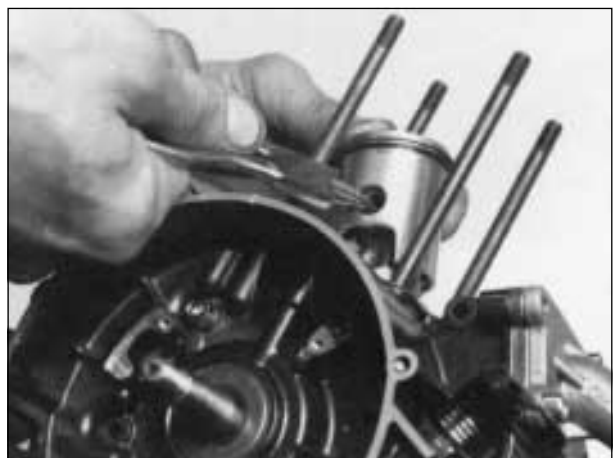
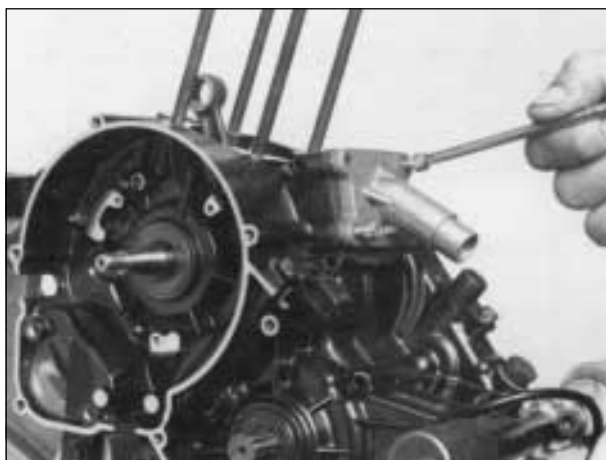

Fig. 18
Fig. 19
19) TOGLIERE quindi i 2 anelli di fermo (Fig. 18), sfilare lo spinotto e, qualora si intenda utilizzare uno spinotto a 2 diametri, battere leggermente avendo cura di supportare contemporaneamente dalla parte opposta il pistone in modo da evitare danni alla biella. Togliere il collettore di aspirazione e il pacco lamellare (Fig. 19).
19) THEN removed the 2 circlips (Fig. 18), remove the piston pin, commonly found and if a 2 diameter pin is used, knock it gently taking care to apply a counterpressure on the opposite side of the piston to avoid damaging the connecting rod. Remove the suction manifold and the reed valve (Fig. 19).